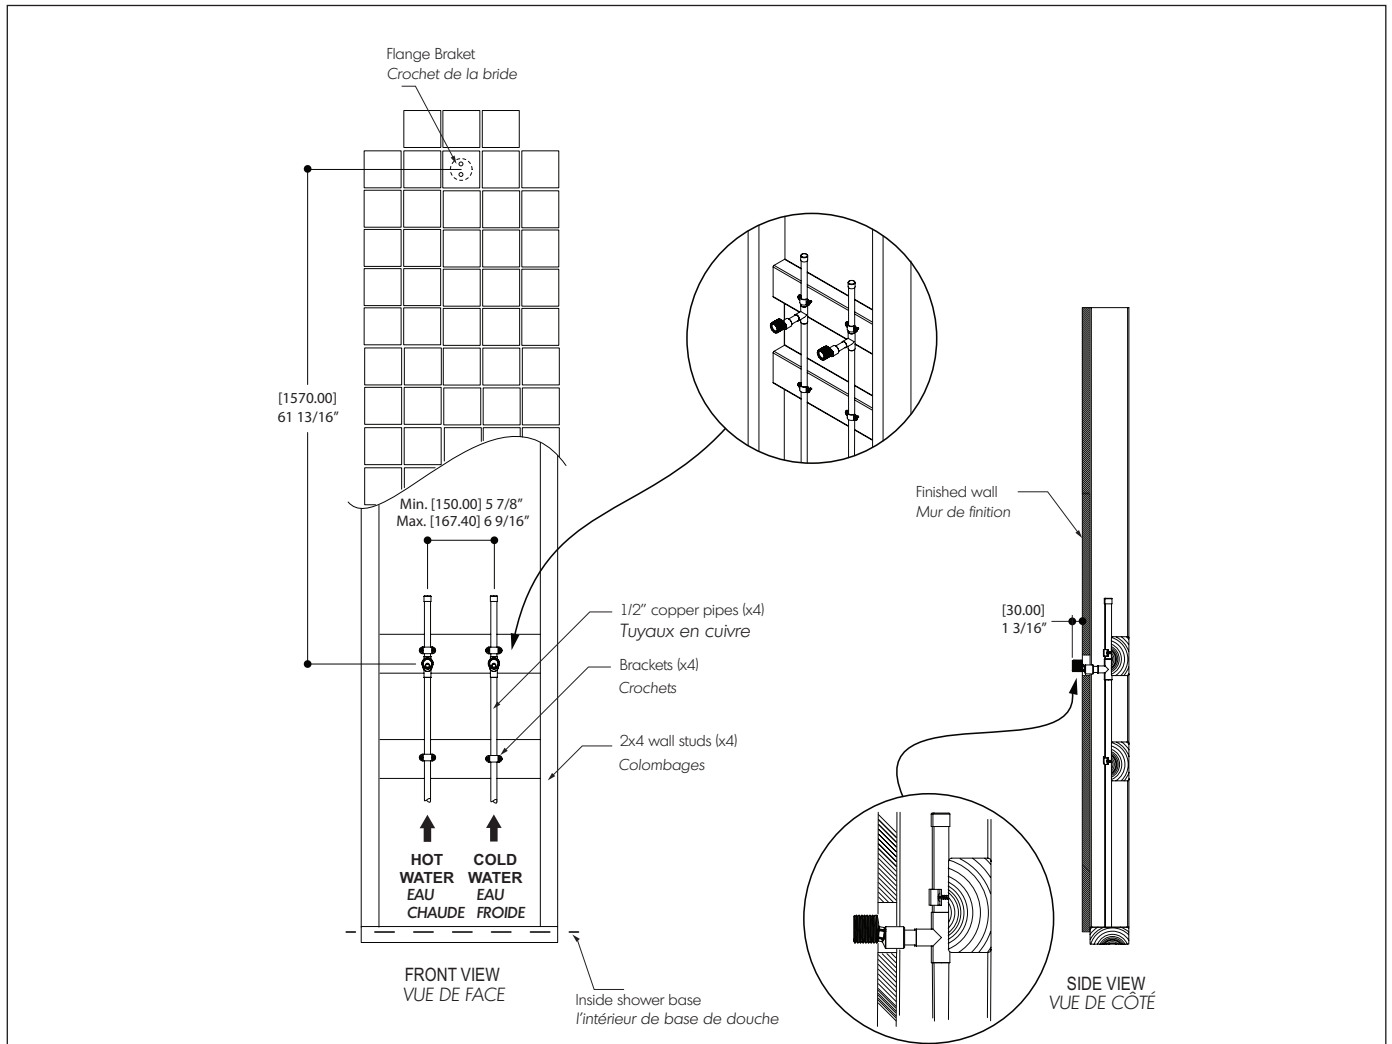

Fig.1
The installation of rigid 1/2" copper pipes are required prior to the installation of this column. The pipes should be installed vertically at a distance of 5 7/8" center to center (fig.1). The hot and cold male water supply connectors (1/2" NPT) should be installed horizontally and should protrude 13/16" from the finished shower wall. The height of the connectors will depend on desired height of shower column.
L'installation des tuyaux rigides 1/2" de cuivre est nécessaire avant l'installation de cette colonne. Les tuyaux doivent être installés verticalement à une distance de 5 7/8" centre à centre (fig.1). Les connecteurs d'alimentation d'eau mâle chaud et froid (1/2" NPT) doivent être installés horizontalement et devraient dépasser la paroi de douche fini 1 3/16". La hauteur des connecteurs dépendra de la taille souhaitée de la colonne de douche.
Position the wall support (3) at distance of 61 13/16" from the center of water pipes (as show Fig.1). Mark the center of three hoses (1) and drill three hoses 1/4". Insert the plastic anchors (2) into the hoses and fix the support with supplied screws (4)
Positionner le support mural (3) à une distance de 61 13/16" du centre des tuyaux d'eau. (Vois Fig. 1). Marquer la position des trois trous (1) et perçer trois trous de 1/4". Insérer les chevilles plastique (2) dans les trous et fixer le support avec les vis fournies (4).